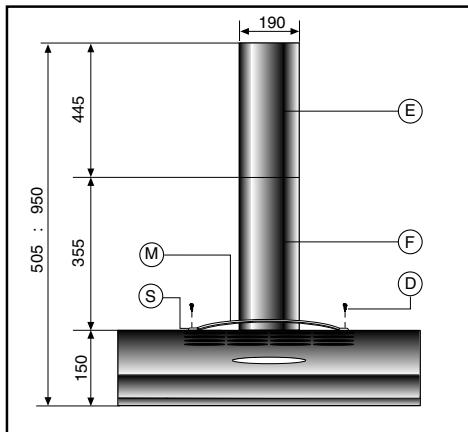

Fig.1
Percer 2 trous au mur, correspondant à la position (B) du dessin fig.1. Accrocher la hotte aux deux trous en utilisant les vis et les chevilles appropriés au type de mur (ex. ciment, placo-plâtre, etc.). Fixer définitivement la hotte en utilisant les 2 trous (Z) de sécurité.
Placer la vitre voilette équipée des supports (V) comme indiqué sur la fig. 1, puis fixer à la hotte à l'aide des vis à cet effet.
Placer la poignée (M) et les deux supports, droit (D) et gauche (S), comme indiqué sur la fig. 1, puis fixer à la hotte à l'aide des vis à cet effet.